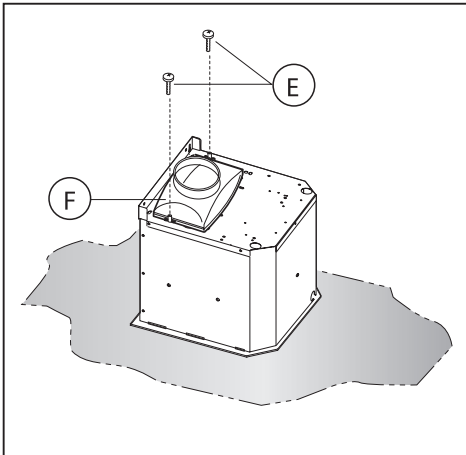

Fig.7
-Om din produkt är försedd med en anslutningsfläns, ska monteringen göras enligt Fig.7 innan kåpan monteras på stommen. Ta fram anslutningsflänsen **F** och montera den på den övre delen av kåpan insugningsenhet med 2 skruvar **E** (Fig.7).